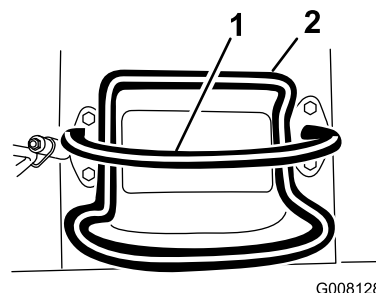
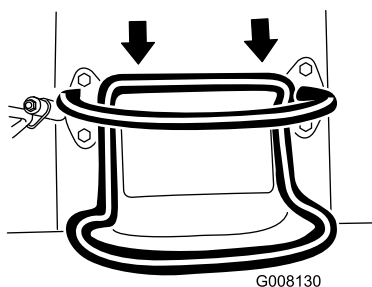

Figura 7
Figura 9
- Para conducir hacia atrás, mueva el control de tracción hacia atrás (Figura 9). **Mientras conduzca en marcha atrás, mire hacia atrás para asegurarse de que el camino está despejado, y mantenga ambas manos en la barra de referencia (Figura 7).**
- Para detenerse, suelte el control de tracción (Figura 7).